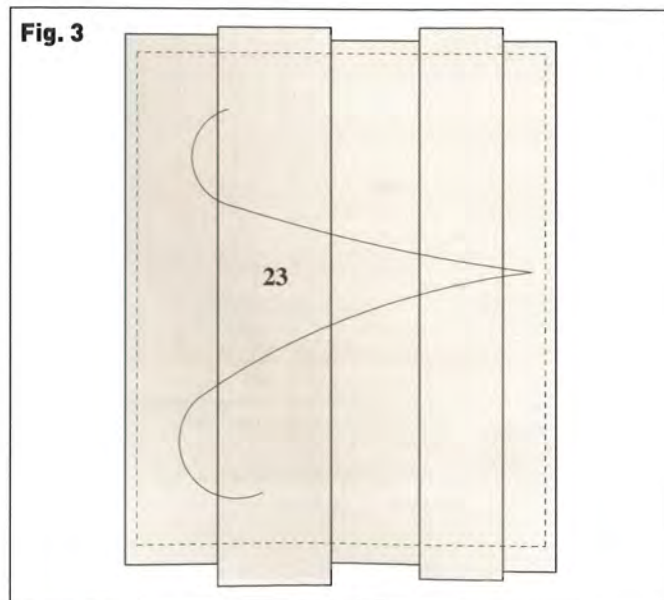

Fig. 3
Préparez à présent les panneaux. Mariez parfaitement les diverses planches qui forment chacun d'eux. Réservez les plus beaux morceaux pour les panneaux des portes (44) et (45), car ce sont ceux sur lesquels l'œil du visiteur s'attarde volontiers en premier ! Composez ensuite les panneaux des côtés (21). Gardez alors les moins belles planches pour former les panneaux de l'arrière (23). Parementez-les et numérotez-les selon la feuille de débit (Fig. 3).